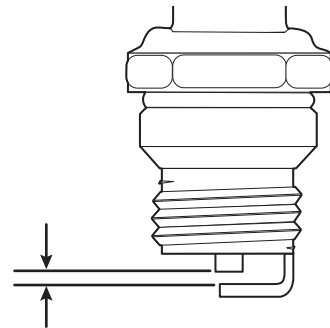

Fig. 22
4. Use un calibrador de separación para ajustar una separación de aire de **0.025 pulgadas (0.635 mm)** (Fig. 22).